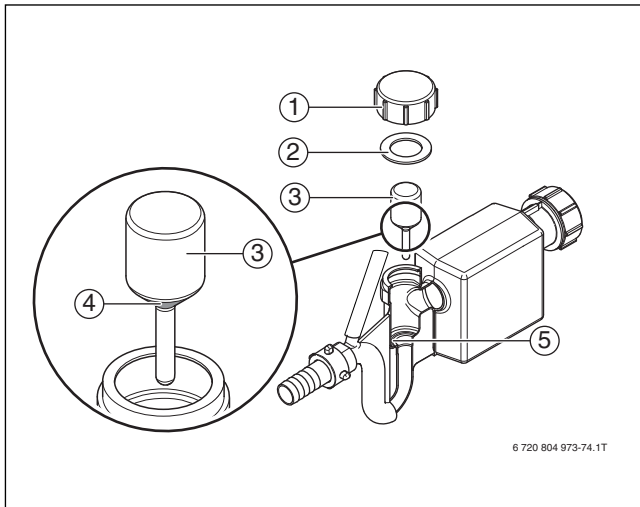

Bild 64 Siphon reinigen
- ▶ Kappe [1] und Dichtung [2] demontieren (→ Bild 64).